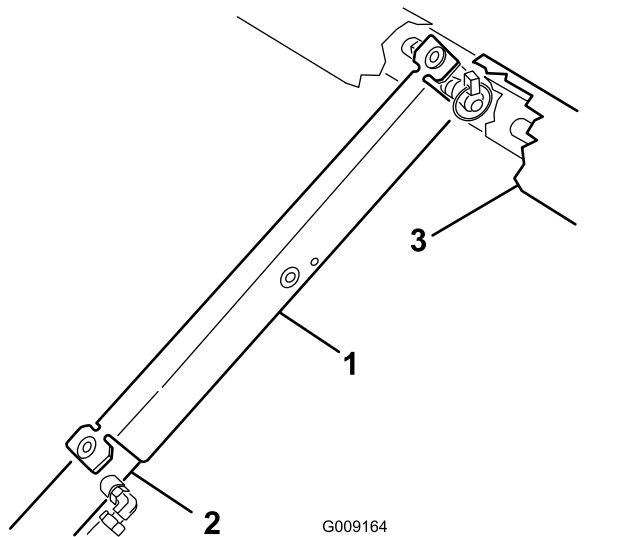

図 12
9. サポートをシリンダロッドにはめ込み、サポートの端部でシリンダバレルの端とシリンダロッドの端を確実に支える図 12。